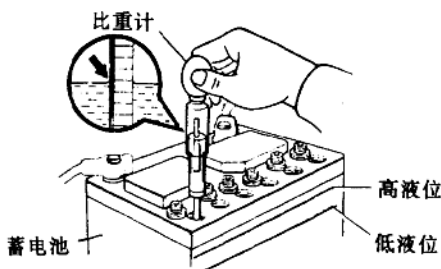

图 2-1 检查蓄电池电解液比重
(1) 电池衰减:检查蓄电池电解液的比重(图 2-1)。充电,必要时更换蓄电池。